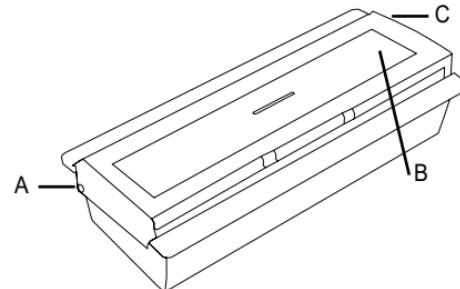

Bild 1: Dörrklockeknapp
- a) Ställ dörrklockeknappen på en arbetsyta, så att de båda vridaxlarna av den genomskinliga plastframsidan (bild 1 A och C) finns bak.
- b) Tryck nu försiktigt på den vänstra sidan med ett spetsigt föremål (t.ex.kulspetspenna) på det lilla stiftet (bild 1 A).
- c) Nu borde den genomskinliga platsframsidan till vänster (bild 1 A) kunna skjutas upp och ta av.
- d) Nu kan du öppna den lilla skruven (bild 1 B) med en liten Phillips-skruvmejsel och ta av framsidan av samtalsknappen bakom den det finns ett kretskort med batteri.
- b) Beakta före sammansättning att de små skruvarna (bild 1 B) kan gripa in på rätt plats. Vrid eventuellt med höljet med 180°.
- d) Skruva den lilla skruven (bild 1 B) försiktigt in med en liten Phillips-skruvmejsel.
- e) Håll dörrklockeknappen så att den lilla skruven (bild 1 B) finns till höger.
- f) På den högra sidan av knappen finns en liten öppning (bild 1 C) dit gångjärn-stiftet av den genomskinliga plastframsidan kan hängas in.
g) Nu kan du lägga i den genomskinliga plastframsidan så att den nästan helt har uppnått sitt ändläge. Du måste måste bara trycka försiktigt in det lilla stiftet (bild 1 A) och snäppa fast den genomskinliga plastframsidan.